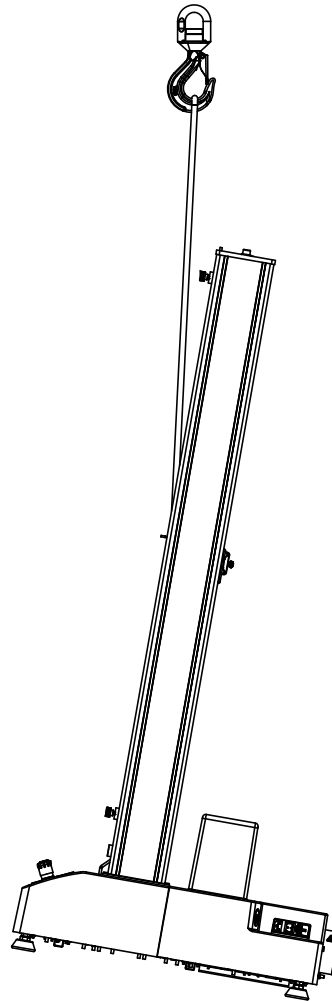

図 13. クレーンでロード フレームを持ち上げる
1. リフティング スリングをクロスヘッドに取り付け、それをスリングがクロスヘッドの正面から垂直方向に延びるようにクレーン フックに固定します (67 ページの図 13 を参照)。リフティングスリングの代わりにチェーンを使う場合は、クロスヘッドを保護材で包み、クロスヘッドに傷が付かないようにします。